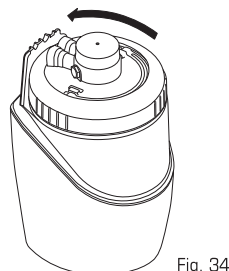

Fig. 34
5. **Destornille** para remover el Anillo de retención (Fig. 34).